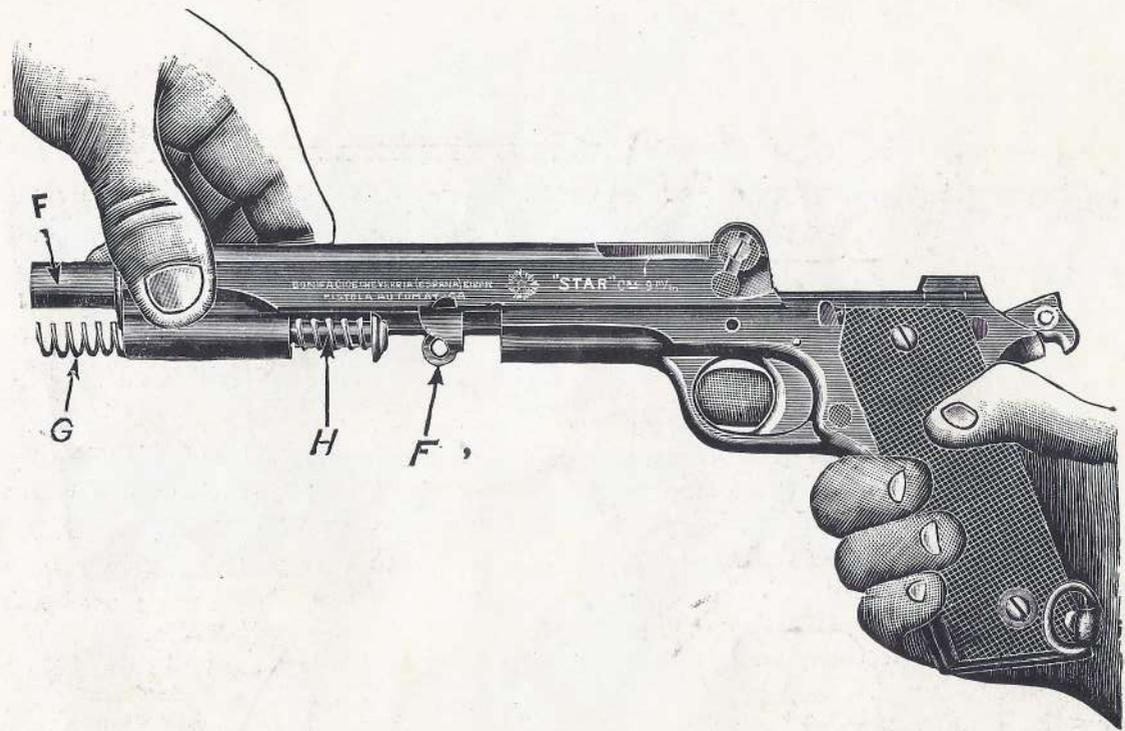

Figura 6.ª
4.º Tírese del cerrojo hacia adelante y saldrán con él el cañón **F**, el muelle recuperador **G** y la guía **H** de éste; (véase figura 6.ª): extraíganse unidas estas últimas por detrás y el cañón por la boca del cerrojo con su cadeneta **F'** inclinada hacia adelante, previa la separación del manguito **B**, que saldrá mediante juego de bayoneta y queda hecho el desarme para usos de limpieza. (Véanse figuras 7.ª y 8.ª)